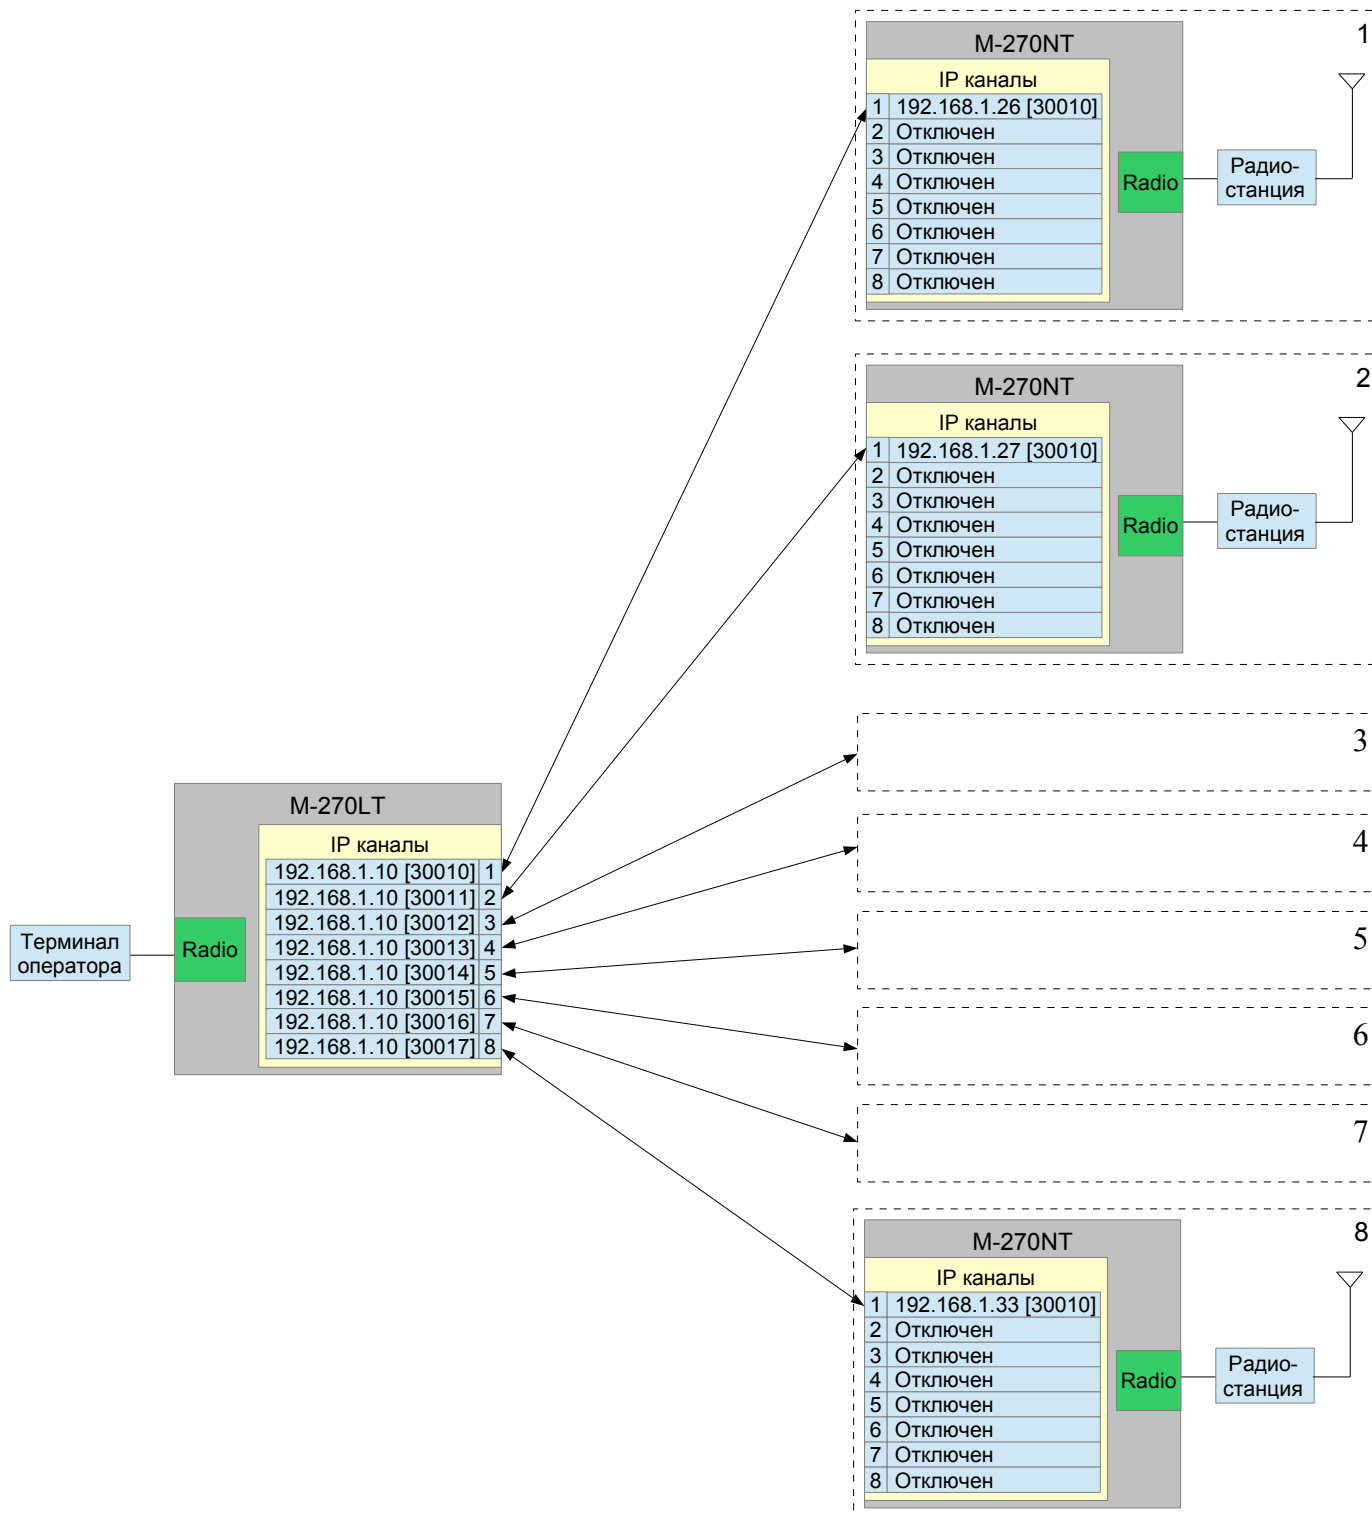
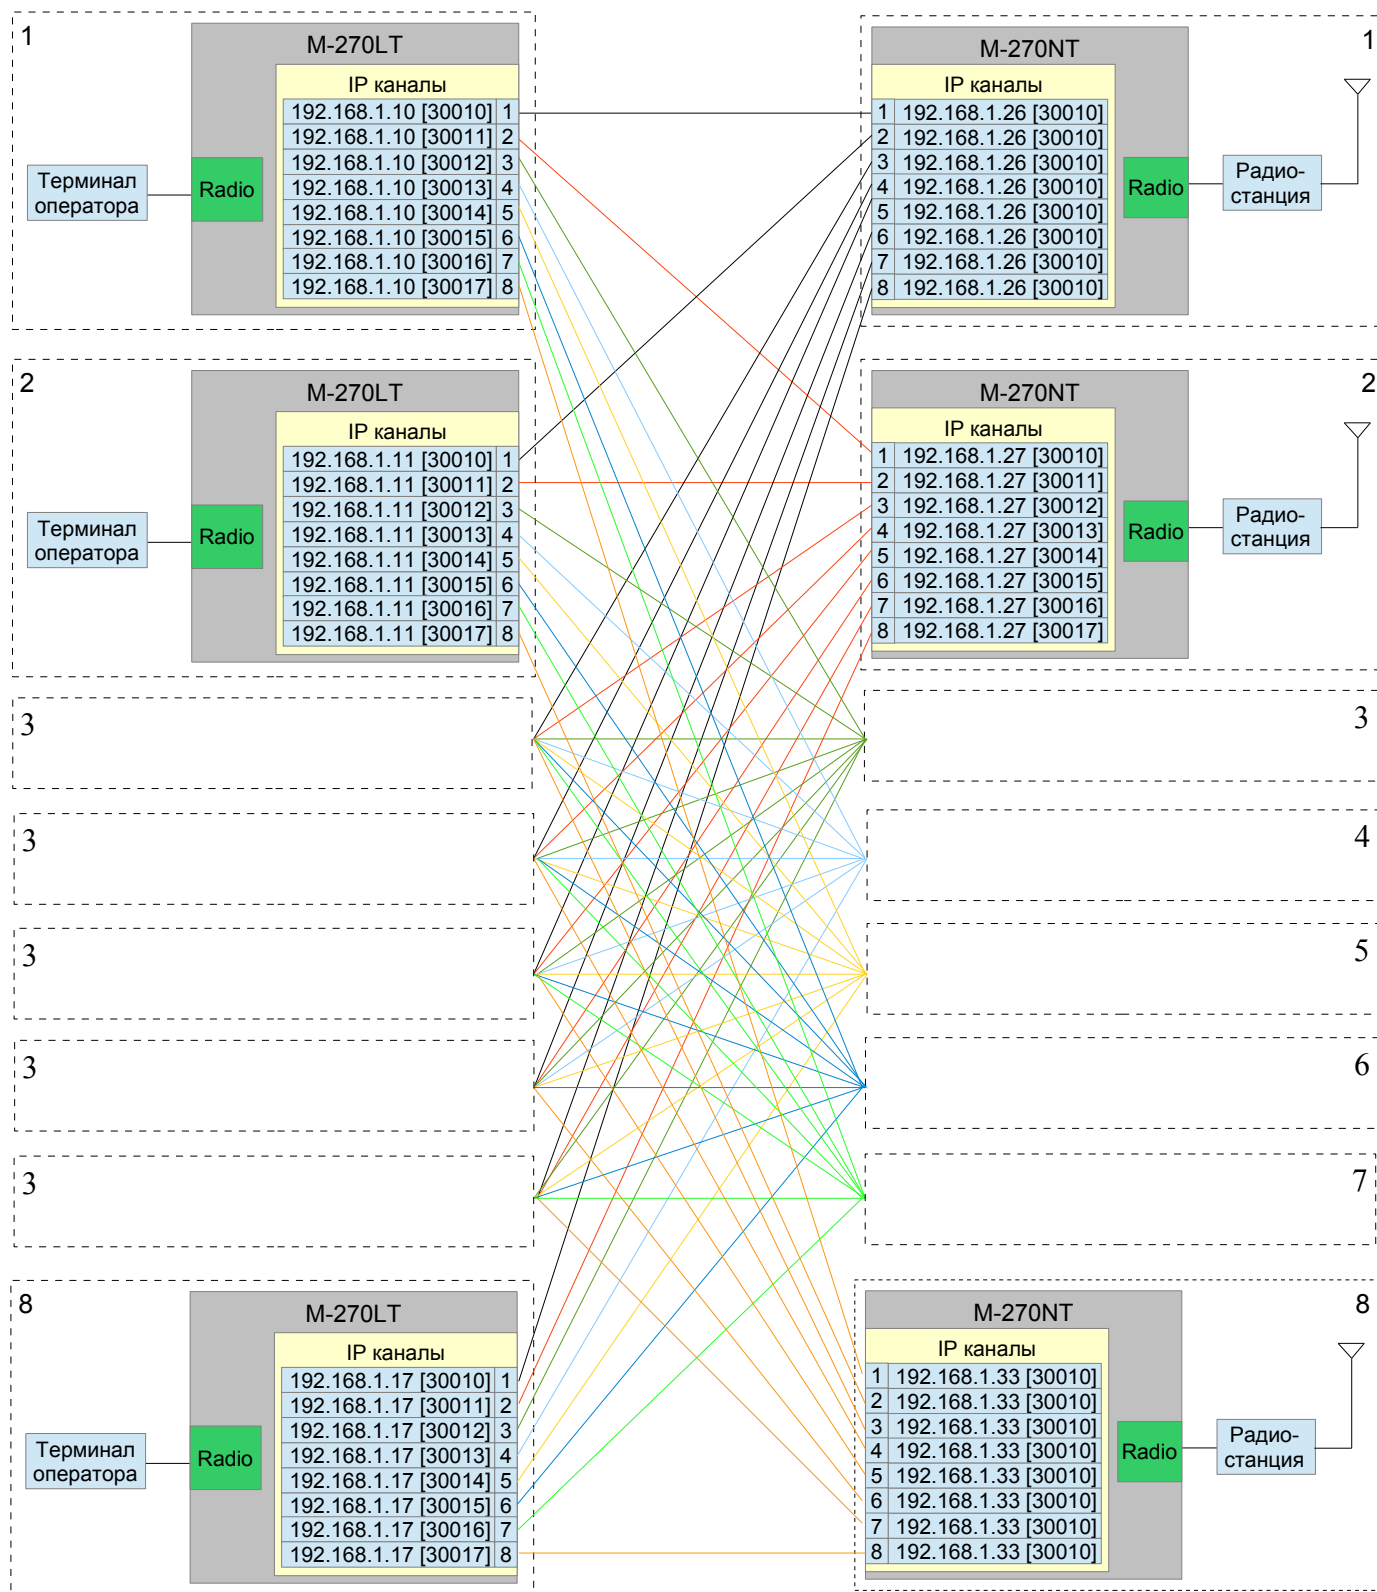

Рис. 21 Схема IP соединений для управления группой радиостанций.
Рис. 22 Схема IP соединений для работы группы операторов с группой радиостанций.
Контроллеры системы М-270 поддерживают одновременную работу по 8-ми IP каналам, это позволяет оператору организовать как выборочное так и параллельное управление до восьми удаленных радиостанций. Разделение IP каналов контроллера может выполняться как по номеру порта TCP/UDP протокола так и по IP адресу присваиваемого IP каналу. На рис. 21 приведена схема IP соединений для управления одним оператором группой из 8-ми радиостанций. На рис. 22 приведена схема IP соединений для параллельной работы группы из 8-ми операторов с группой из 8-ми удаленных радиостанций.
- Динамически, в этом случае все IP каналы имеют идентичные значения IP адреса и номера портов (рис. 22, контроллер М-270NT №1) . При данных параметрах подключение контроллеров М-270LT выполняется последовательно к свободному IP каналу.
- Статически, в этом случае каждый IP канал имеет индивидуальные значения IP адреса и/или номер порта (см рис. 22 контроллера М-270NT №2).